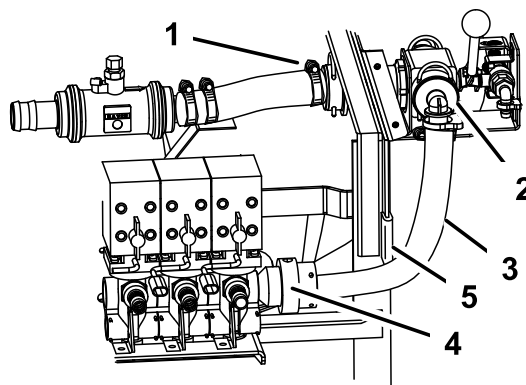

Figura 29
3. Conecte el acoplamiento que instaló en la manguera de alimentación del brazo al conjunto de la válvula de control, fijándolo con el retenedor que retiró anteriormente (Figura 29).
4. Instale el conjunto de la válvula de control en el soporte de montaje de la caja de control (Figura 29) usando 2 pernos con arandela prensada (1/4 x 3/4 pulgada), pero no apriete los herrajes.
5. Instale el conjunto de la válvula de bola pequeña en el soporte de montaje de la caja de control (Figura 29) usando 2 pernos con arandela prensada (1/4 x 3/4 pulgada) y dos tuercas con arandela prensada (1/4 pulgada), pero no apriete los herrajes.
6. Alinee el eje de las palancas de cada válvula con las válvulas (Figura 29). Es posible que tenga que aflojar las abrazaderas que fijan el caudalímetro a la máquina para que todo encaje bien.
10. Conecte el acoplamiento de la manguera grande del conjunto de la válvula de control al acoplamiento del lado derecho de las válvulas de alimentación del brazo (Figura 29).
11. Desconecte la manguera grande de la válvula de control y mire dentro de la válvula (Figura 29). Debe ver un hueco en la bola de retención en forma de curva ascendente. Si no es así, gire la bola hasta que el hueco esté visible y orientado hacia arriba.
12. Conecte la manguera grande a la válvula de control (Figura 29).
13. Coloque el embellecedor sobre el borde del bastidor para proteger la manguera (Figura 29).